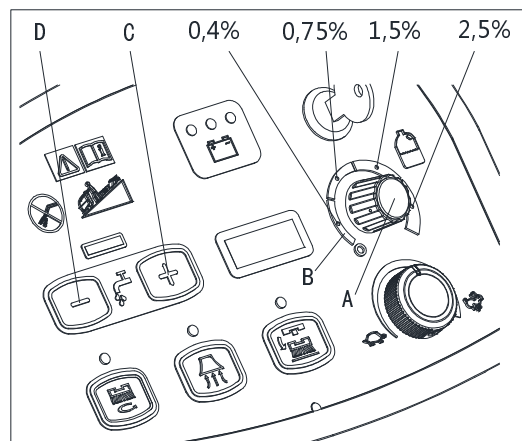

Abbildung 11
1. Drehen Sie den Knopf (A, Abb. 11) im oder gegen den Uhrzeigersinn, um die Reinigungsmittelkonzentration zu erhöhen oder zu verringern.
2. Die durchschnittlichen Reinigungsmittelkonzentrationswerte, entsprechen den 4 farbigen Bereichen der Skala (B), die in der Abbildung dargestellt sind.
3. Um die Reinigungsmittelmenge auf null zu stellen, drehen Sie den Knopf (A) vollständig gegen den Uhrzeigersinn.